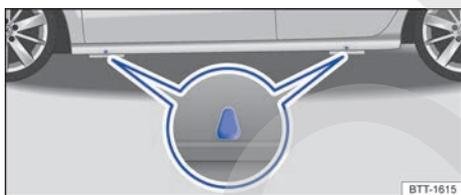

Fig. 211 Puntos de apoyo para el gato.
Coloque el gato únicamente en los refuerzos de los bajos del vehículo que se encuentran detrás de las marcas que hay en la carrocería → fig. 211. El punto de apoyo válido es el que se encuentra junto a la rueda correspondiente → ⚠.
5. Busque debajo del vehículo el punto de apoyo para el gato → fig. 211 que se encuentre más próximo a la rueda que haya que cambiar.